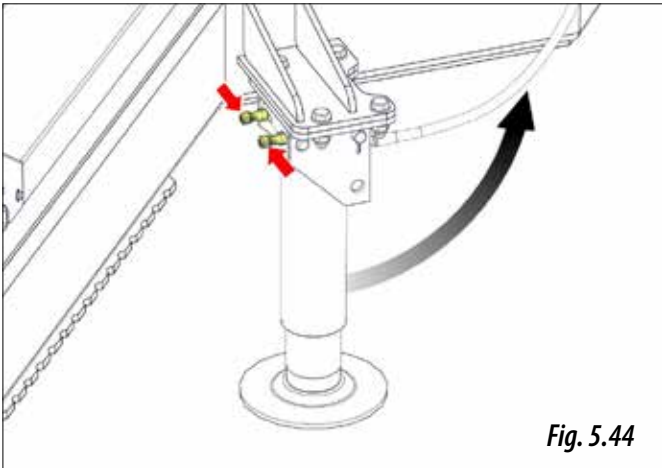

Fig. 5.44
- 2- Déverrouiller les pièces de sécurité (figure 5.44) et relever le pied d'appui jusqu'à ce que les pièces de sécurité s'enclenchent à nouveau.